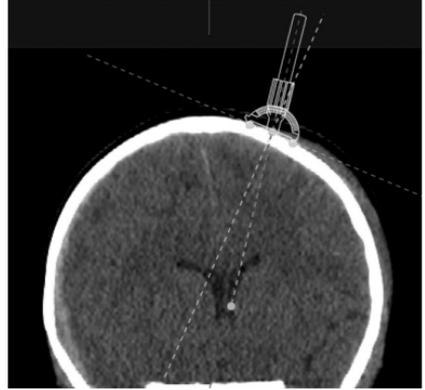

Abb. 8: CCT in koronarer Schicht
2. Um eine einfachere individuelle Vermessung des Eintrittswinkels zu ermöglichen ist ein koronares Schnittbild heranzuziehen. Dieses sollte möglichst auf Höhe des Vorderhorns vor dem Foramen Monroi liegen (Abb. 8 und 9). Auf dieses müsste der Eintrittspunkt, der projizierte Zielpunkt und die damit projizierte